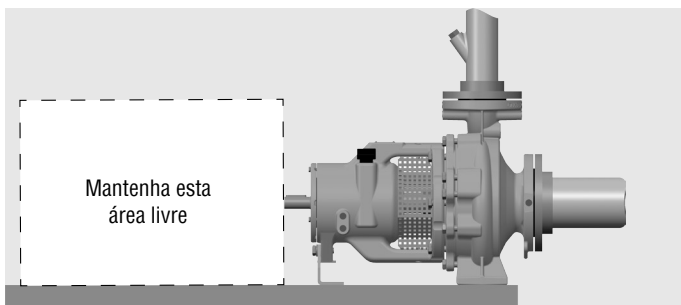

Figura 18 - Bomba sem obstáculo para remoção de back pull-out.
6. Para remoção do conjunto back pull-out é necessário o aperto de dois parafusos no local indicado com círculo na Figura 18. Os parafusos desmontados na operação 4 podem ser utilizados nesta operação.